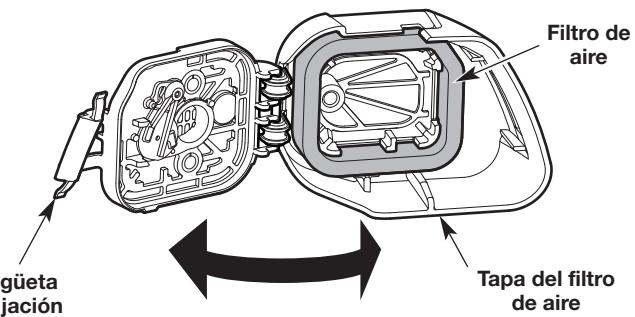

Fig. 26
1. Abra la cubierta del filtro de aire: oprima la lengüeta de fijación y gire la cubierta del filtro de aire hacia la derecha (Fig. 26).
2. Extraiga el filtro de aire del interior de la cubierta del filtro de aire (Fig. 26).
6. Reinstale el filtro de aire dentro de la cubierta del filtro de aire (Fig. 26).
7. Cierre la cubierta del filtro de aire: Gire la cubierta del filtro de aire hacia la izquierda y oprímalas para cerrarla hasta que la lengüeta de fijación entra a presión en su lugar (Fig. 26).